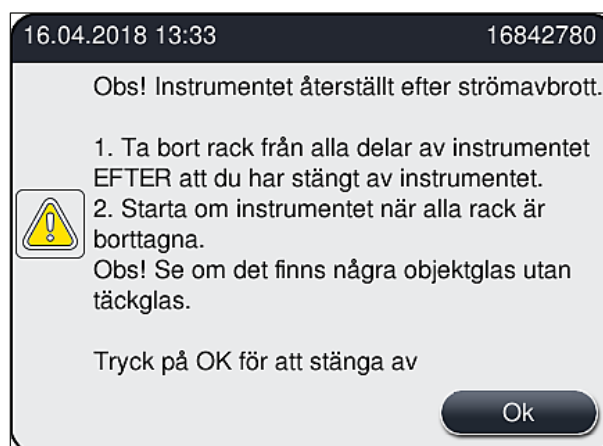

Bild 108
- När strömtillförseln kommer tillbaka startas instrumentet om automatiskt. Användaren får ett informationsmeddelande (→ Bild 108) om strömavbrottet på skärmen och händelsen förs in i händelseloggen.
- ① När strömtillförseln kommer tillbaka startas instrumentet om automatiskt. En ljudsignal hörs och ett varningsmeddelande visas på displayen (→ Bild 108).
Följ därefter anvisningarna i informationsmeddelandet (→ Bild 108) och ta ut objektglasen från instrumentet.